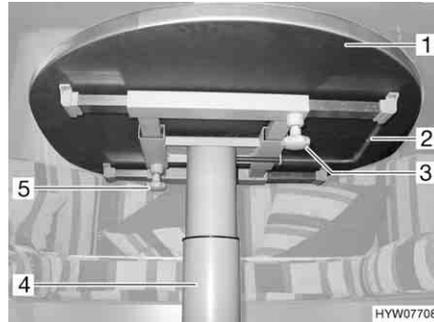

Bild 88 Hubtisch
- Die Rändelschraube (Bild 88,5) lösen.
- Die Tischplatte (Bild 88,1) in die gewünschte Position verschieben.
- Die Rändelschraube (Bild 88,3) lösen.
- Den Hebel (Bild 88,2) unterhalb der Tischplatte (Bild 88,1) um 180° nach links schwenken. Der Hubmechanismus im Tischfuß (Bild 88,4) wird entriegelt.
- Den Hebel (Bild 88,2) unterhalb der Tischplatte (Bild 88,1) um 180° nach links schwenken. Die Tischplatte fährt selbsttätig bis zum Endanschlag nach oben.